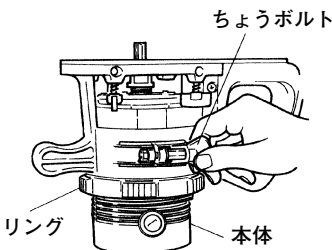

図 10
- ② ちょうボルトをゆるめ、リングを回して、切込み深さを調節します。(図10)
- ③ 調節後、ちょうボルトをしっかりと締めて本体を固定します。(図10)